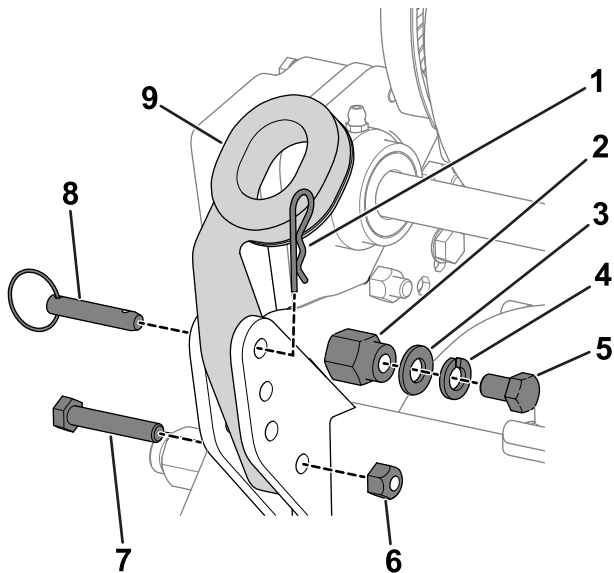

图3
1. 卸下将手柄臂底部固定到机器两侧的螺栓（5/16 英寸）、锁紧螺母、环形销和发卡销（图3）。
2. 从机器两侧的安装销上卸下螺栓（3/8 英寸）、垫圈和锁紧垫圈（图3）。
3. 将手柄端穿过手柄臂上的孔，并将孔与安装销对齐（图3）。
6. 用之前卸下的螺栓（5/16 英寸）、锁紧螺母、发卡销和环形销将手柄臂固定到机架后面（图3）。